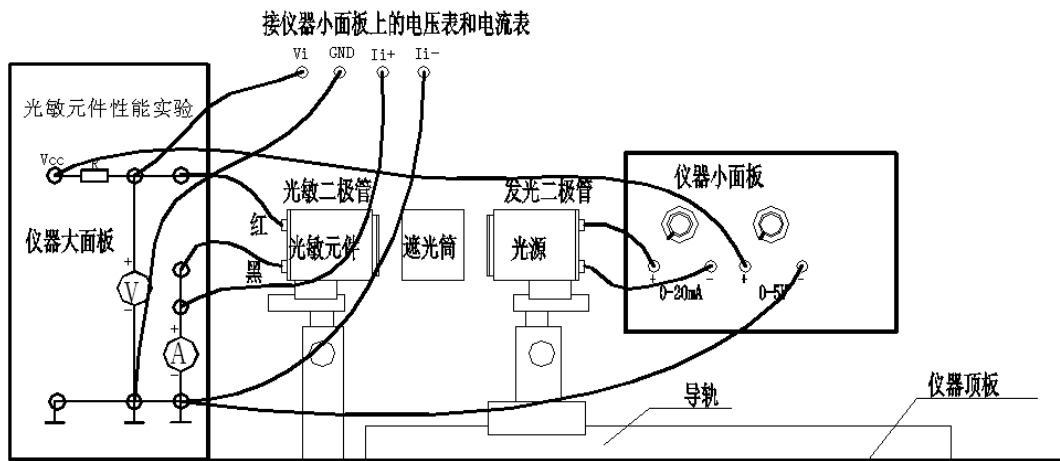

图 2: 光敏二极管实验接线图
- (1) 将图 2 中的光敏二极管换成光敏三极管，按图接线 (光敏三极管探头红色接电压表示图的 +，黑色接电流表示图的 +) 注意探头颜色，主机的电流表的量程在实验过程中需要进行切换，从  $\mu\text{A}$  到  $\text{mA}$  档，电压表的量程为 20V 档。
- (2) 首先缓慢调节 0~20mA 电流源（光源电压），使光源的光照度在某一照度值（2、4、6、8 Lx），再调节主机 0-5v 电源改变光敏三极管的电压，测量光敏三极管的输出电流和电压。填入表 1，并作出一定光照度下的光敏三极管的伏安特性曲线（可多做几组族线）